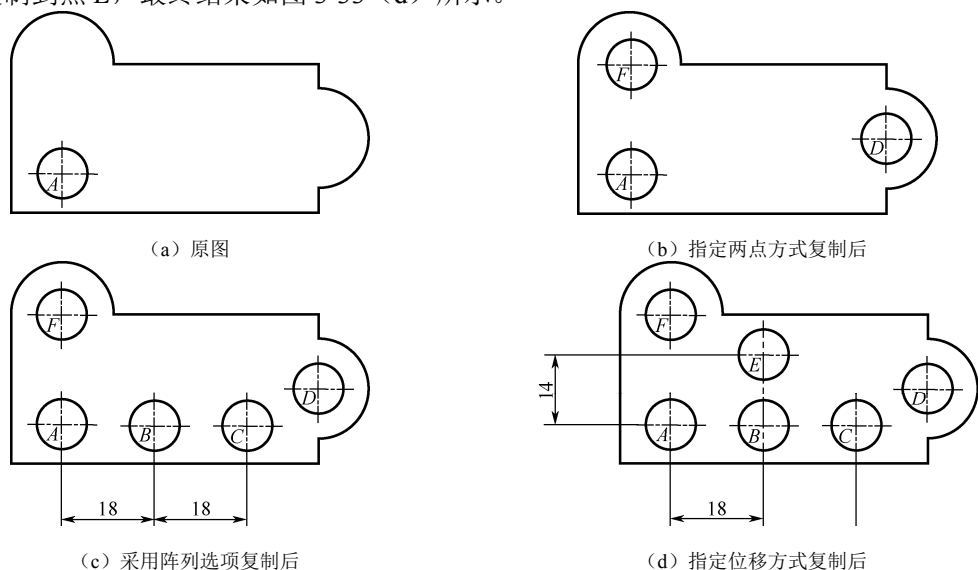

图 3-33 复制圆
(1) 指定两点复制对象。该方式是先指定基点，随后指定第二点，即以输入的两个点来确定复制的方向和距离。本任务操作实例中便采用了此法。
(2) 指定位移复制对象。该方式是直接输入被复制对象的位移（即相对距离）。此时输入的坐标值可直接使用绝对坐标的形式，无须像通常情况下那样包含“@”标记，因为系统在此情况下默认为相对坐标形式。
**例 3-3** 在如图 3-33 (a) 所示的图形中, 要求利用“复制”命令的指定两点方式将圆从点 *A* 复制到点 *D*、点 *F*; 采用线性“阵列”方式将圆从点 *A* 复制到点 *B*、点 *C*; 用指定位移方式将圆从点 *A* 复制到点 *E*, 最终结果如图 3-33 (d) 所示。
指定第二个点或 [阵列(A)/退出(E)/放弃(U)] <退出>:	//捕捉圆心点F, 结果如图3-33 (b) 所示
指定第二个点或 [布满(F)]: <code>18</code> ✓	//沿水平方向向右追踪, 输入距离18, 结果如图3-33 (c) 所示
指定位移<0.0000, 0.0000, 0.0000>: <code>18,14</code> ✓	//输入位移距离, 结果如图3-33 (d) 所示